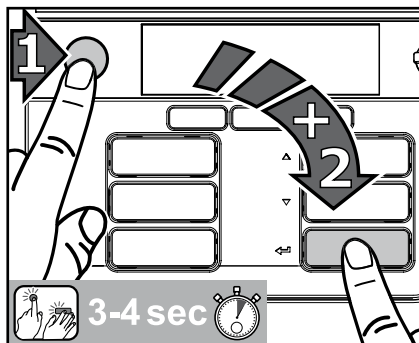

Рис. 24
1. Нажать сначала кнопку СТОП, затем - кнопку ввода  и одновременно удерживать обе кнопки нажатыми 3-4 секунды, чтобы перейти в режим очистки. (Рис. 24)